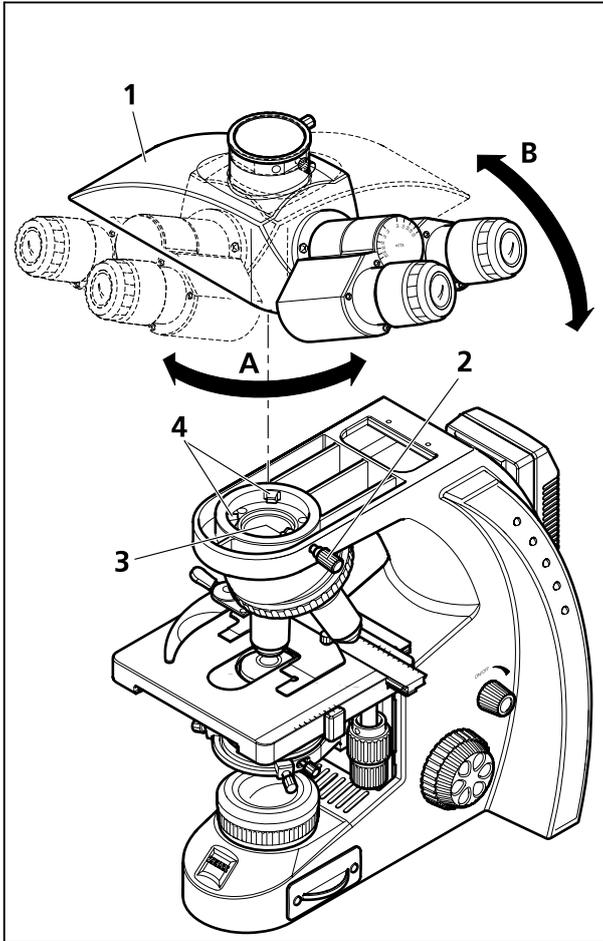

Fig. 11 Changement de tube
- Desserrez la vis de blocage (Fig. 11/2), tournez le tube (Fig. 11/1) d'environ 90° vers la droite (Fig. 11/A) et, dans cette orientation, soulevez-le pour le retirer du statif (Fig. 11/B).
- Saisissez le tube à monter, oculaires pointés vers le bas, et approchez-le du statif en tenant la queue d'aronde légèrement inclinée pour l'engager sous les deux pattes de fixation (Fig. 11/4).
- Redressez ensuite le tube pour le caler sur le statif. La rainure située sur la face inférieure du tube doit s'engager sur la troisième patte de fixation (Fig. 11/3) du statif.
- Tournez le tube de 45° vers la gauche (les oculaires sont pointés vers l'avant), orientez-le par rapport au statif et serrez la vis de blocage (Fig. 11/2).